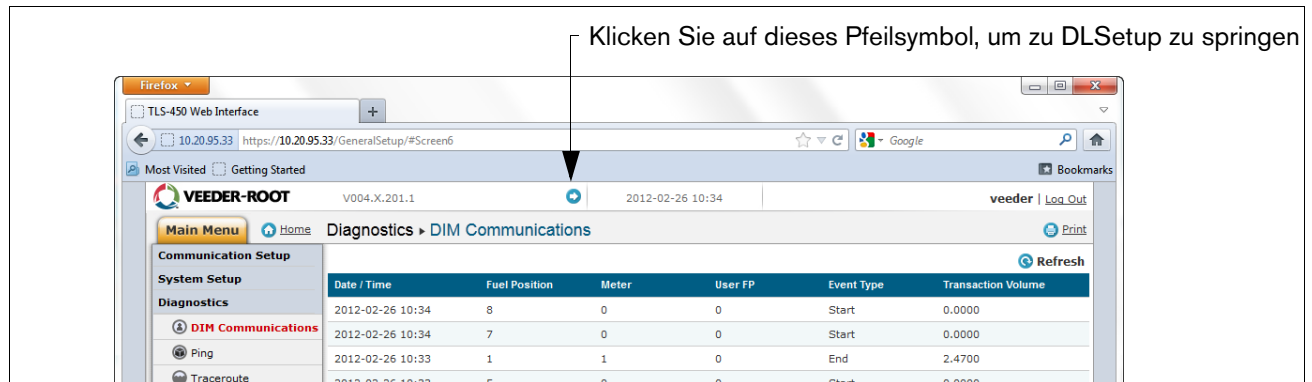

Abbildung A-13. Zu DLSetup wechseln
15. Klicken Sie auf den Pfeil links neben dem Datum, um zur DLSetup-Anwendung zu wechseln (siehe Abbildung A-13.).